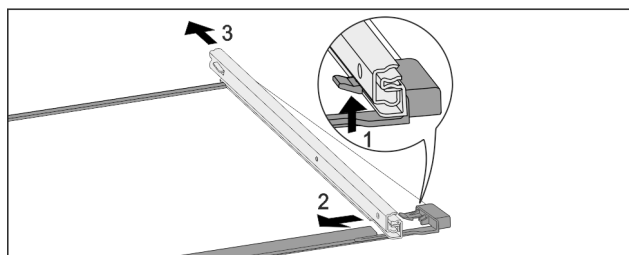

Fig. 142 Skleněná deska s kolejničkami
- ▶ Přední aretační háček zatlačte nahoru. Fig. 142 (1)
- ▶ Výsuvnou kolejničku vysuňte stranou Fig. 142 (2) a dozadu Fig. 142 (3).